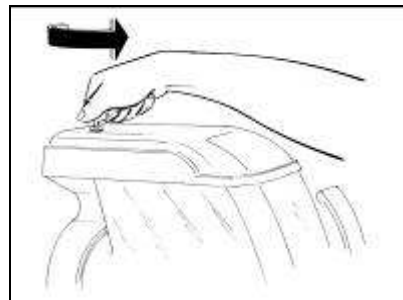

Fig. 9
- Après avoir enlevé la butée à l'aide de la clé spécifique (fig. 9), enlever d'abord le couvercle de sécurité, ensuite le dessous du couvercle comme illustré sur la figure 10.